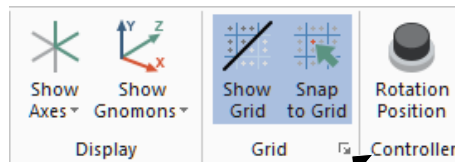

Fig. 4
Step 2. Click the **Dialog Box Launcher**  (Alt-G), **Fig. 4**.